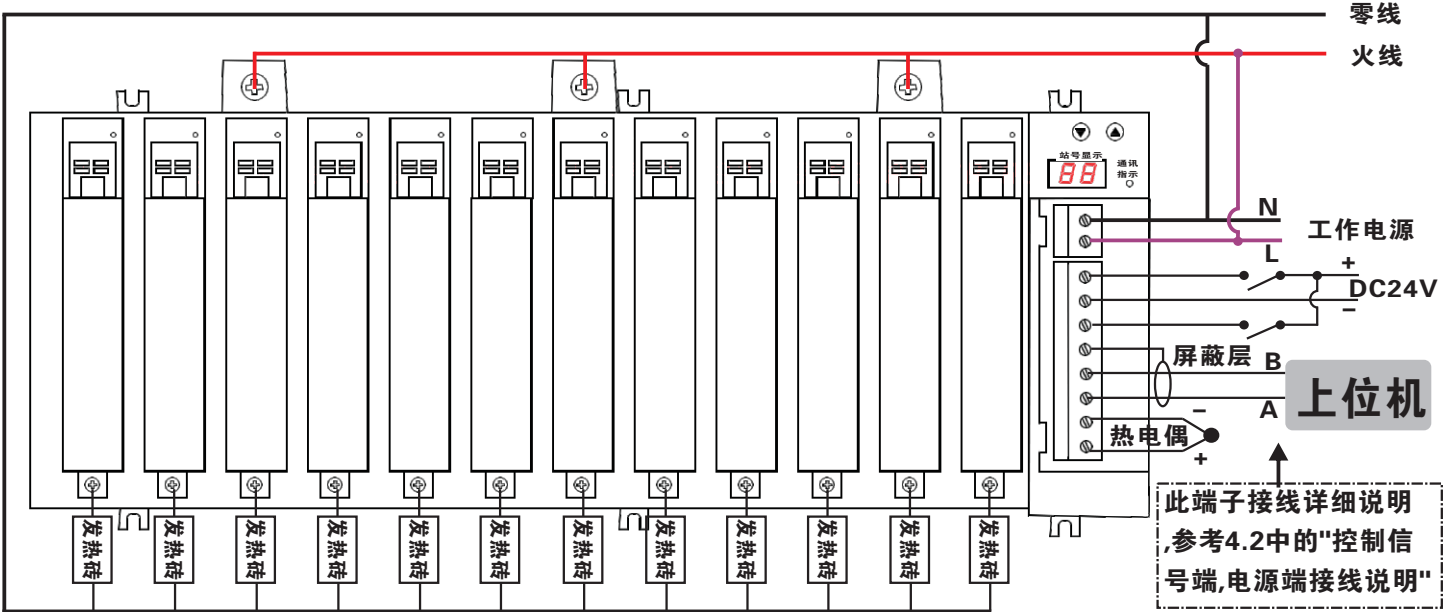

图4:单相220VAC接线图例
4.4.1:如图4所示,三相四线控制接法时,"L1进线"、"L2进线"、"L3进线"分别接入三相电的火线,输出1到输出15则直接接15个负载(如发热砖),负载的另端并接到零线即可,且需确保调整器工作电源零线与机器进线的零线一致,(注意:负载功率不得超过产品所标额定值);